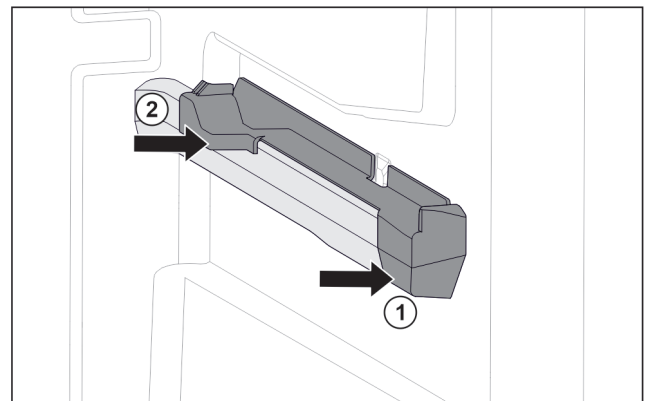

Fig. 148 Aufsteckteil auf der rechten Behälterrippe
- ▶ Aufsteckteil vorne an Behälterrippe ansetzen. Fig. 148 (1)
- ▶ Aufsteckteil hinten andrücken. Fig. 148 (2)